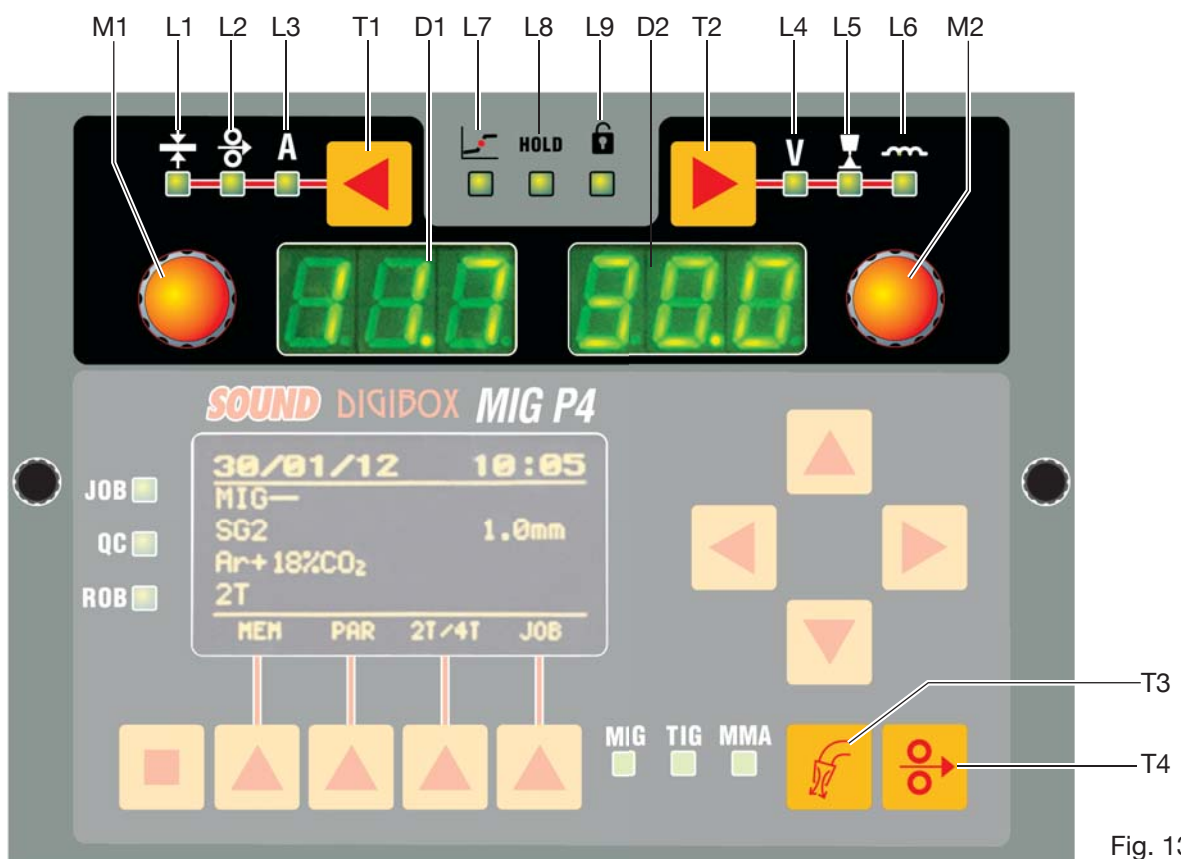
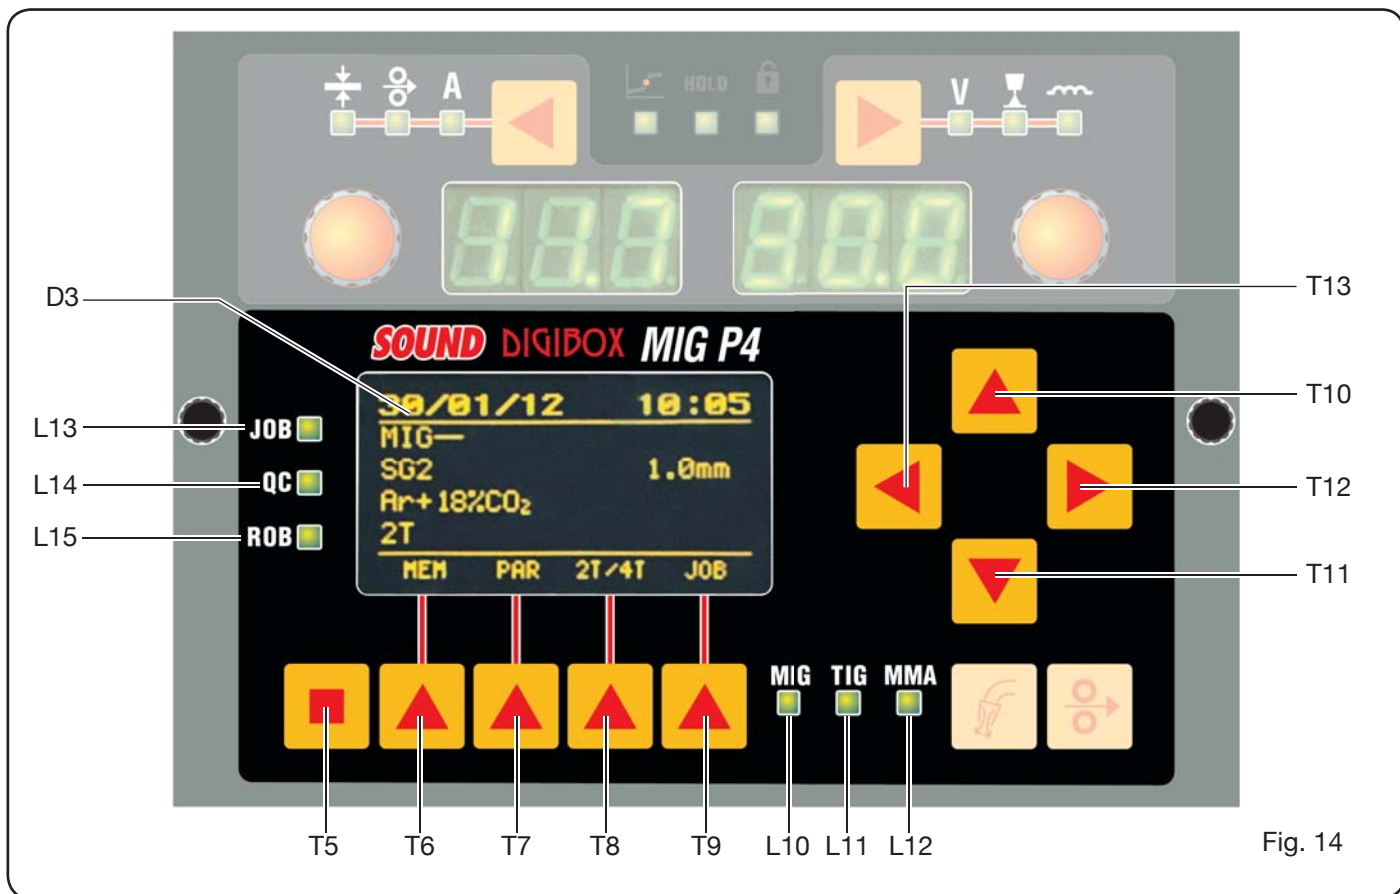

Fig. 13
Fig. 14
Het bedieningspaneel bestaat uit een **controlezone** (Afb. 13) en een **instellingenzone** (Afb. 14).
6.1 BEDIENINGSPANEEL (AFB. 13).
6.2 INSTELLINGENPANEEL (AFB. 14).